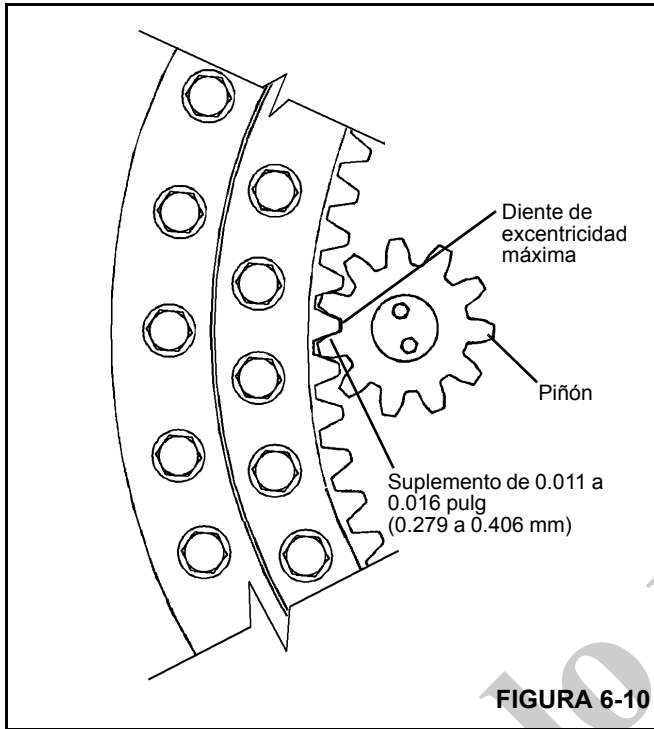

FIGURA 6-10
6. Instale el piñón del mando de giro de modo que su punto alto (excentricidad máxima) quede alineado con el punto alto del cojinete de la torreta. Revise el juego entre dientes con un suplemento de 0.011 a 0.016 pulg (0.279 a 0.406 mm) de grosor (Figura 6-10). Si es necesario mover el piñón para obtener el juego entre dientes apropiado, consulte con el concesionario local.